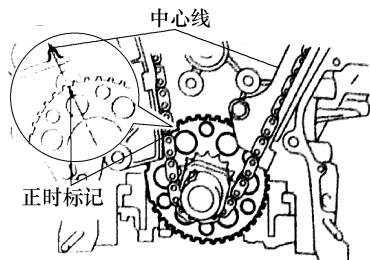

图 1-147 顺时针转动曲轴
⑤ 暂时紧固带轮固定螺栓。
⑥ 顺时针转动曲轴，将其定位至右侧缸体孔径中心线(压缩行程上止点)位置，见图 1-147。